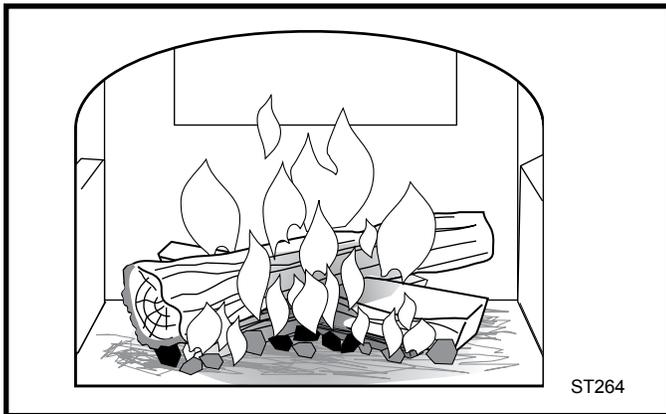

Fig. 38 Ajoutez de gros morceaux de bois lorsque le feu commence à bien brûler.
4. **Si votre Encore a été rodé précédemment** selon les étapes 1-3, continuez à augmenter graduellement le feu. Ajoutez des morceaux de bois plus gros de 75-100 mm (3-4 po) de diamètre. Continuez à ajouter des bûches fendues de cette taille au feu vif jusqu'à ce que le lit de braise soit d'au moins 51-75 mm (2 à 3 po). (Fig. 38) Un bon lit de braise est nécessaire pour que le système non-catalytique fonctionne adéquatement et cela peut prendre plus d'une heure pour l'obtenir.